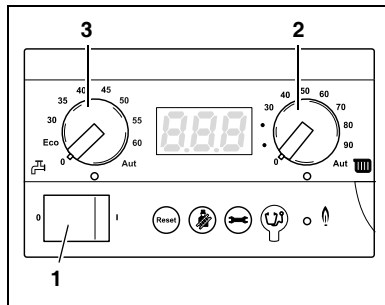

Fig. 19 BC10
- Draai beide draaiknoppen (fig. 19, **pos. 2** en **pos. 3**) op de BC10 in de gewenste positie (zie hoofdstuk 5.2.1 en 5.2.2, vanaf pagina 30).
- Schakel de bedrijfsschakelaar (fig. 19, **pos. 1**) op de BC10 in (positie „1“).